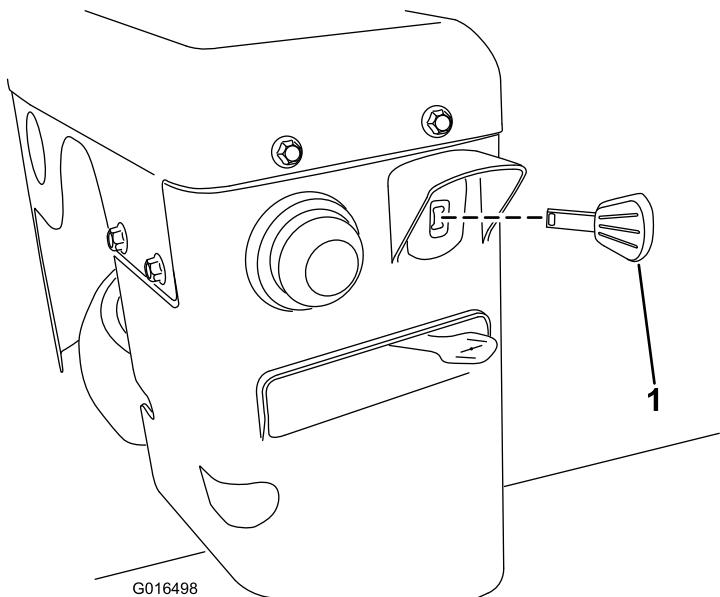

Figure 25
3. Insérez la clé de contact à fond (Figure 25).